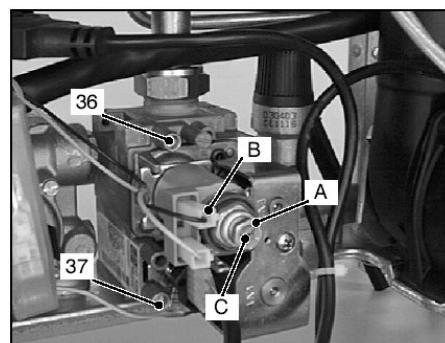

Fig. 6.5
- Unscrew the gas valve's outlet pressure test point 36 in Fig. 6.5 and connect a pressure gauge.
- Отвинтите винт контрольной точки 36 газового клапана (рис. 6.5) и подсоедините прибор измерения давления.
12 Check the minimum gas pressure and compare the value on the gauge with the value indicated in the sections 4.4 or 4.5 (gas pressures at the burner), accordingly with the model of boiler installed. To adjust the pressure rotate the minimum gas pressure adjustment (C in Fig. 6.5) until you obtain the required pressure (by rotating clockwise the pressure increases).
12 Проверьте минимальное давление газа и сравните его значение со значениями, указанными в разделах 4.5, 4.6 (давление газа на горелке), в соответствии с установленной моделью котла. Чтобы увеличить давление, поворачивайте регулятор минимального давления газа (С на рис.6.5) до тех пор, пока не получите необходимые показатели (при вращении по направлению часовой стрелки, давление возрастает).
- 7 Check the maximum gas pressure and compare the value on the gauge with the value indicated in the sections 4.4 or 4.5 (gas pressures at the burner), accordingly with the model of boiler installed. To adjust the pressure rotate the maximum gas pressure adjustment (A in Fig. 6.5) until you obtain the required pressure (by rotating clockwise the pressure increases).
- 10 Disconnect the gas modulator coil by removing the electrical connector B (Fig. 6.5).
- 2 Open the gas valve inlet pressure test point (37 in Fig. 6.5) at the valve input, connect a suitable pressure gauge, check the gas pressure of the supply network and compare the value on the gauge with the value indicated in the sections 4.4 or 4.5 (gas supply pressures).
- 3 Remove the gauge and close the pressure test point 37 (Fig. 6.5).
- 4 Loosen the internal screw 36 (Fig. 6.5) on the Outlet Pressure Test Point of the Gas Valve and connect a pressure gauge using a suitable hose.
- 2 Откройте клапан для проверки давления газа (37 на рис. 6.5), подключите соответствующий измерительный прибор, измерьте давление газа в сети и сравните его показания со значением, указанным в разделе 4.5, 4.6 (давление газа в сети).
- 3 Отсоедините измерительный прибор и закройте клапан 37 (рис. 6.5).
- 4 Ослабьте внутренние болты 36 (рис. 6.5) на выходной контрольной точке газового клапана и подсоедините датчик давления, используя подходящий шланг.